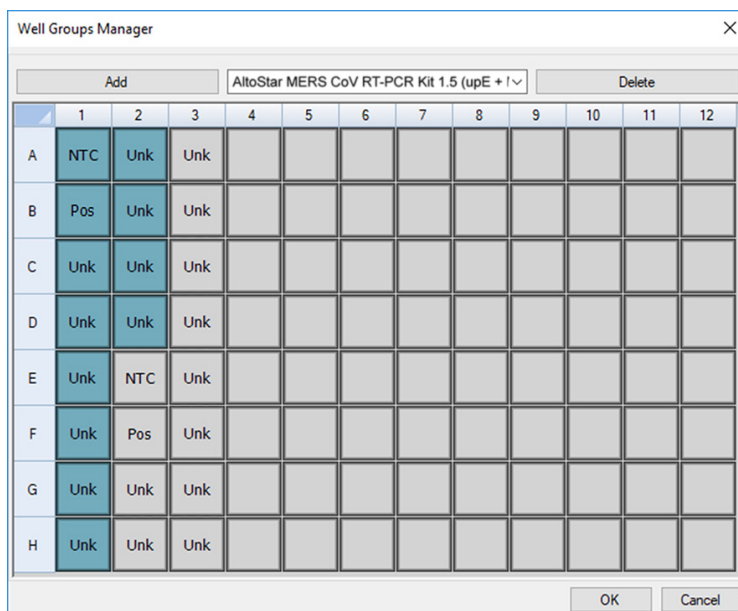

Figura 2: Cuadro de diálogo Well Groups Manager (gestor de grupos de pocillos)
2. En el cuadro de diálogo Plate Editor (editor de placa), haga clic en **Well Groups...** (grupos de pocillos...) en la barra de herramientas. Se muestra el cuadro de diálogo Well Groups Manager (gestor de grupos de pocillos) (consulte la figura 2).
5. Seleccione todos los pocillos en el área de la PCR plate (placa PCR) que pertenezcan al primer ensayo (consulte la figura 2). Los pocillos que pertenecen a un ensayo individual pueden identificarse en el cuadro de diálogo Plate Editor (editor de placa) mediante la entrada del campo **Biological Set** (conjunto biológico).